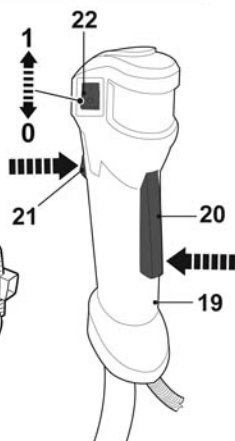

Fig. 23
- > Appuyez sur la manette de blocage [20] et sur l'accélérateur [21] (Fig. 23).